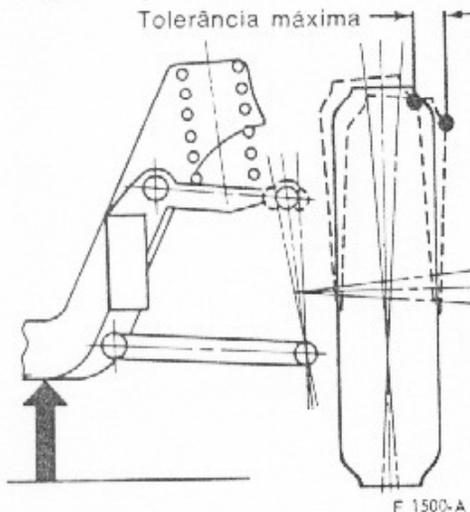

fig. 7 — medição da folga radial da junta esférica superior
4. Segurar o pneu pela sua parte superior e inferior e movê-lo lentamente para dentro e para fora (fig. 7). Observar a leitura no micrômetro. Se esta folga estiver fora de especificação, substituir a junta esférica superior.